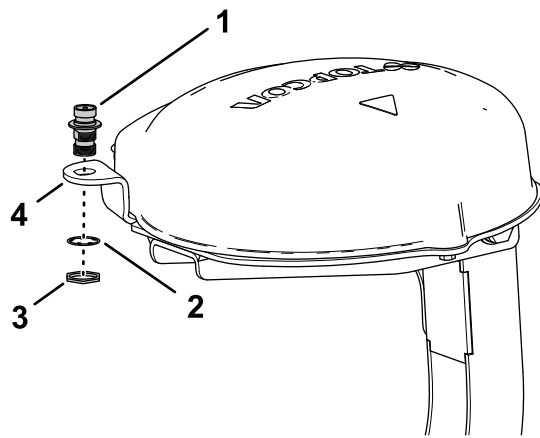

Figura 157
- Alinee el conector coaxial con el orificio de la pestaña de la antena RTK, con las roscas del conector hacia abajo (Figura 157).
2. Monte el conector coaxial a la pestaña de la placa del receptor con la arandela de freno y la contratuerca, y apriete la contratuerca a mano (Figura 157).